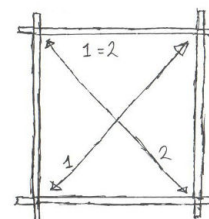

Fig. 2. Diagonalmål 1 og 2 skal være ens.
**Kontrollér diagonalerne**, før du går videre. De to diagonalmål skal være ens (fig. 2). Justér bundrammen, indtil de er det.